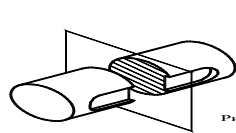

Рис.3.7
**Сечение** - изображение фигуры, получающейся при мысленном рассечении предмета одной или несколькими плоскостями. На сечении показывается только то, что получится непосредственно в секущей плоскости (рис.3.7, 3.8).